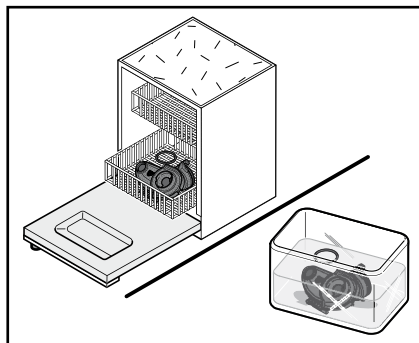

Fig. 39
7. Pulire la vaschetta di miscelazione con l'anello di tenuta (fig. 39):